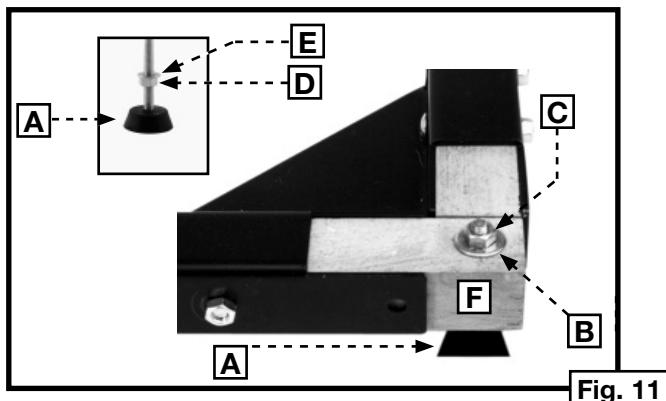

Fig. 11
1. Acople una tuerca de cabeza hexagonal (D) y una arandela plana (E) al tornillo de nivelación (A), Fig. 11.
2. Inserte el tornillo de nivelación (A), Fig. 11, en la tabla lateral (F), a través del orificio de 11,11 mm (7/16") de diámetro taladrado anteriormente. Asegúrelo con una segunda arandela plana (B) y una tuerca hexagonal (C).